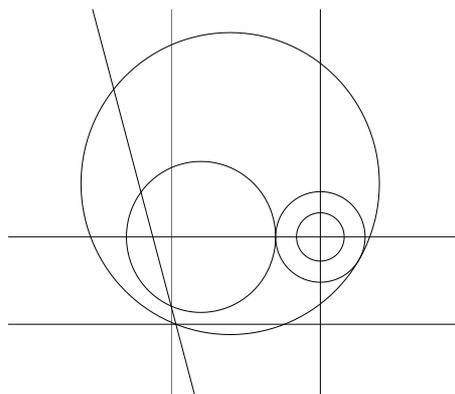

Рис. 13.6
12. С помощью команды **DELETE** удалить вспомогательные окружности (радиусы 50 и 35); получается изображение (рис. 13.6):